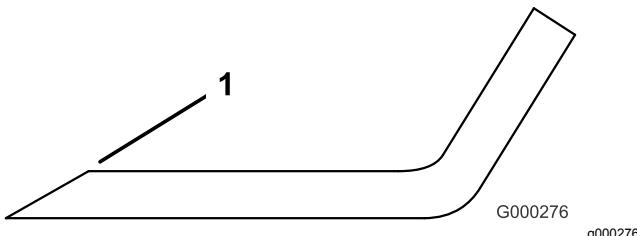

Bild 118
3. Prüfen Sie die Schnittkanten aller Messer und schärfen die Kanten, wenn sie stumpf sind oder Kerben haben (Bild 118).
Hinweis: Schärfen Sie nur die Oberseite der Schnittkante und behalten Sie den ursprünglichen Schnittwinkel bei, um die Schärfe des Messers zu gewährleisten (Bild 118). Das Messer bleibt ausgewuchtet, wenn Sie die gleiche Menge Metall von beiden Schnittkanten entfernen.